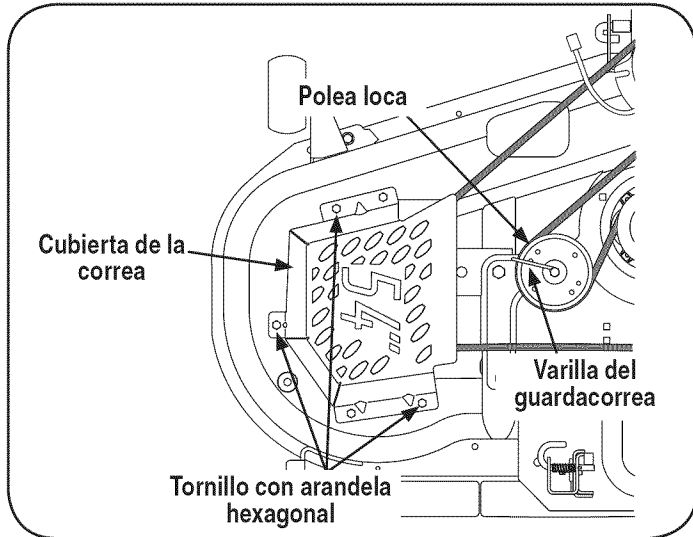

Figura 15
- Extraiga las cubiertas de la correa de los husillos exteriores sacando los tornillos con arandela hexagonales que las sujetan a la plataforma. Vea la Figura 15.
- Afloje pero no saque la varilla del guardacorrea de la polea que se encuentra cerca de la parte posterior de la plataforma. Vea la Figura 15.